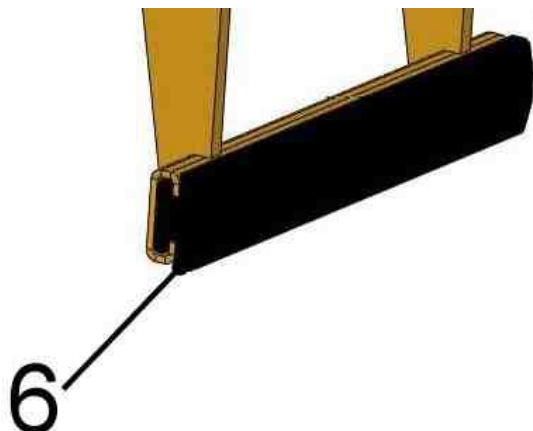
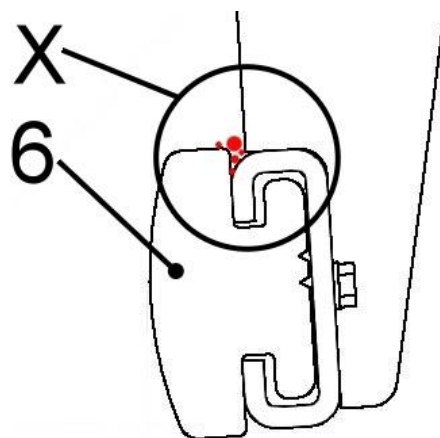

Fig. 1
Fig. 2
Verificați în mod regulat dacă există **murdărie** (de exemplu, particule mici de piatră) în zona superioară (a se vedea punctele din secțiunea de imagine "X" din Fig. 2) a fălcilor de prindere din cauciuc (6) → a se vedea Fig. 1 / Fig. 2.